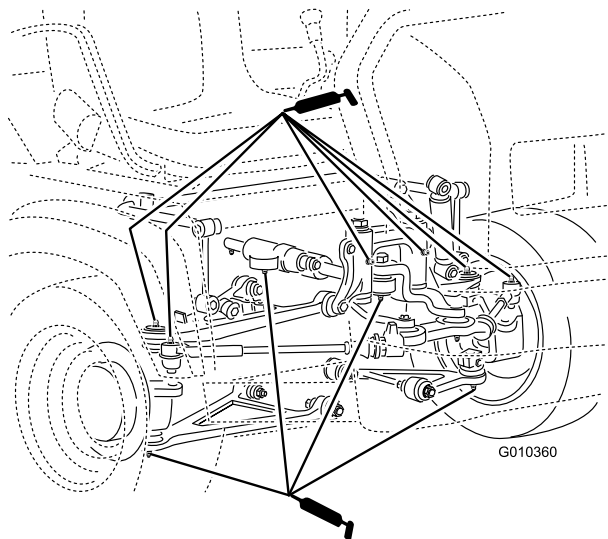

Figura 38
- Juntas de esferas (4), barras de ligação (2), montagens articuladas (2) e cilindro de direcção (2) (Figura 38)